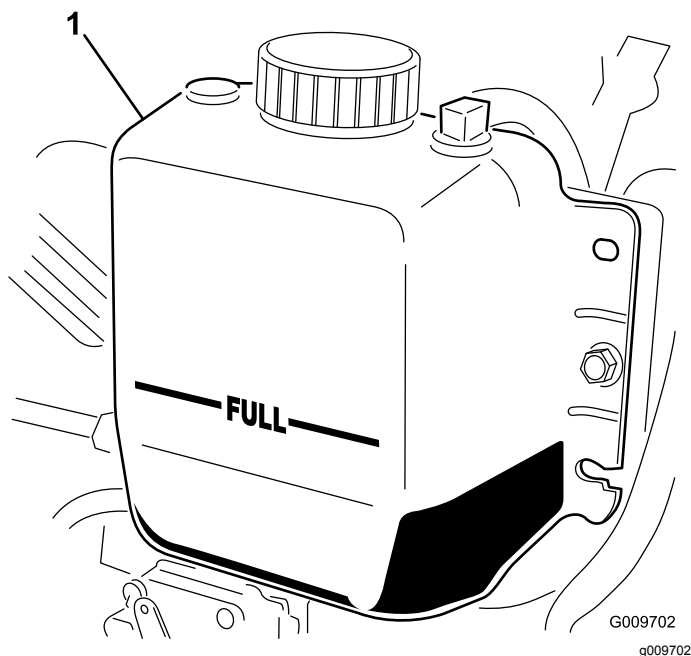

図 17
2. ラジエーター内部の液量を点検する。補給口の首の上部まであればよい。また、補助タンク側面についているFULLマークまであればよい図 17。